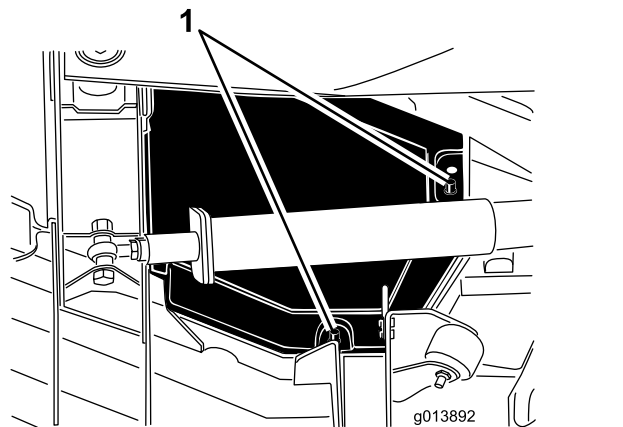

図 77
4. 取り付け用のポストから、後側のエッジと内側のエッジ部を外す 図 77。